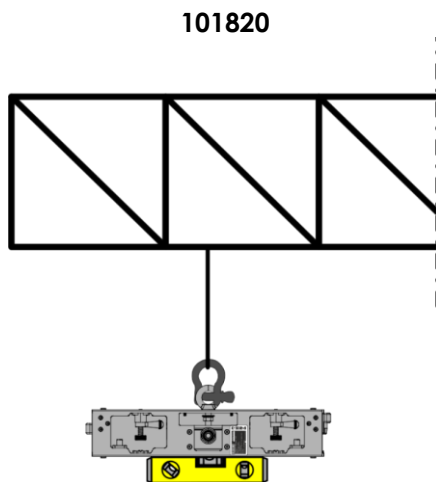

Fig. 09
- 02) Asegúrese de que la instalación de la barra de rigging está nivelada como se indica en las Fig. 09 y 10.